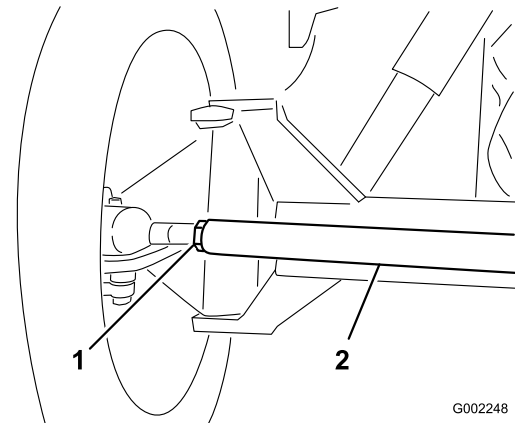

**Figure 52**
2. Mesurez la distance entre les roues avant à hauteur d'essieu, à l'avant et à l'arrière des roues (Figure 52).